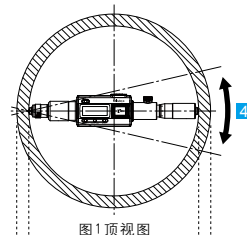

图1 顶视图
- 4 在垂直于轴的横截面内,沿图1中箭头方向移动它,以确定最高点(参阅图1)。